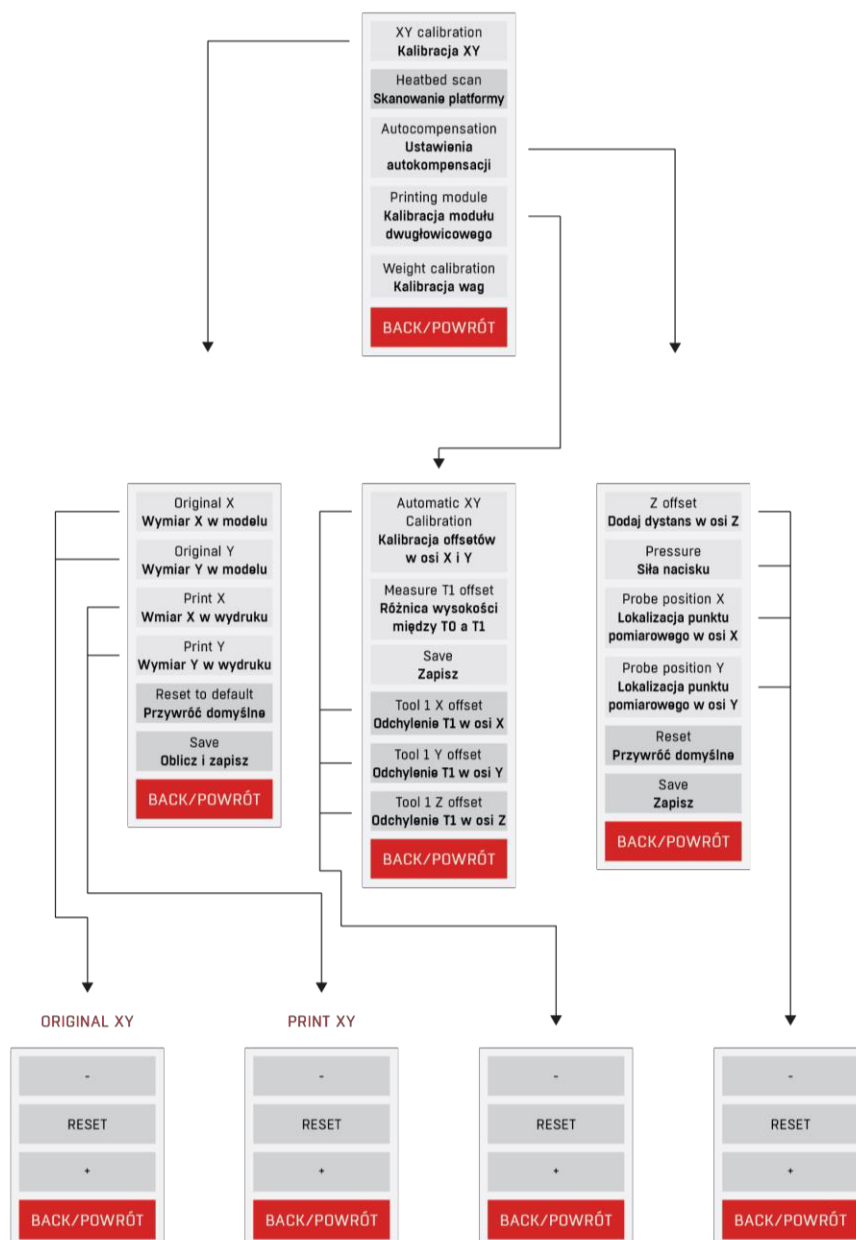

Рис. 52 Структура меню Calibration
- Меню калибровки (CALIBRATION) – рис. 52